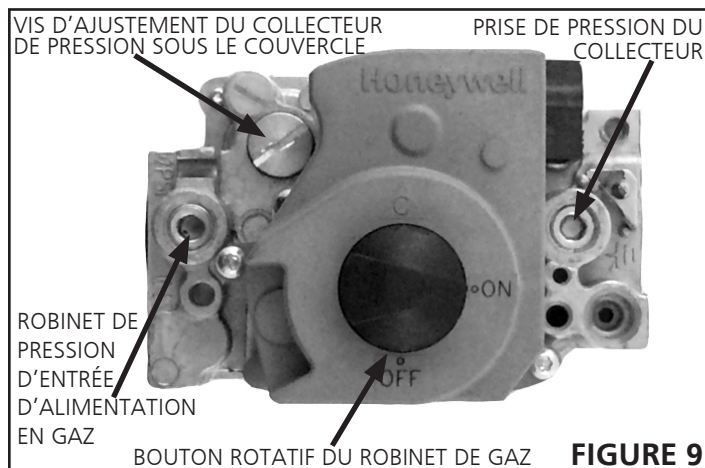

FIGURE 9
- Il y a un bouton rotatif noir lequel peut être passé en position de marche (ON) ou en position d'arrêt (OFF). Pivoter le bouton à la position d'arrêt (OFF). (Voir la **figure 9**).
- Pivoter le bouton noir à la position de marche (ON).
2. Après avoir vérifié, et ajusté, la pression de ligne, vérifier la pression au collecteur. La bonne pression au collecteur est indiquée sur la plaque de classification de l'appareil. Voir la **figure 9** pour l'emplacement de la vis d'ajustement de pression du gaz. Un ensemble de conversion de gaz naturel au gaz propane est requis pour faire la conversion de l'appareil. Se référer aux instructions d'installation fournies avec l'ensemble de conversion pour la procédure de conversion.